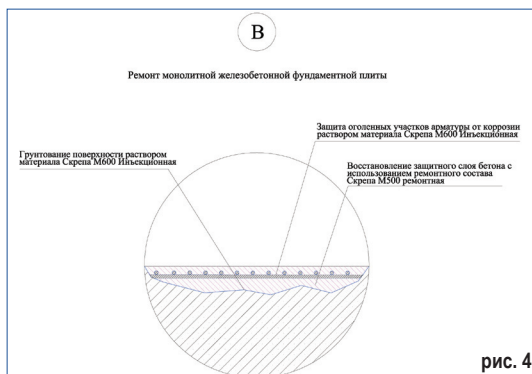

рис. 4
6. Восстановить разрушенные участки бетона с применением материала «Скрепа М500 ремонтная» (рис. 4. Узел В).